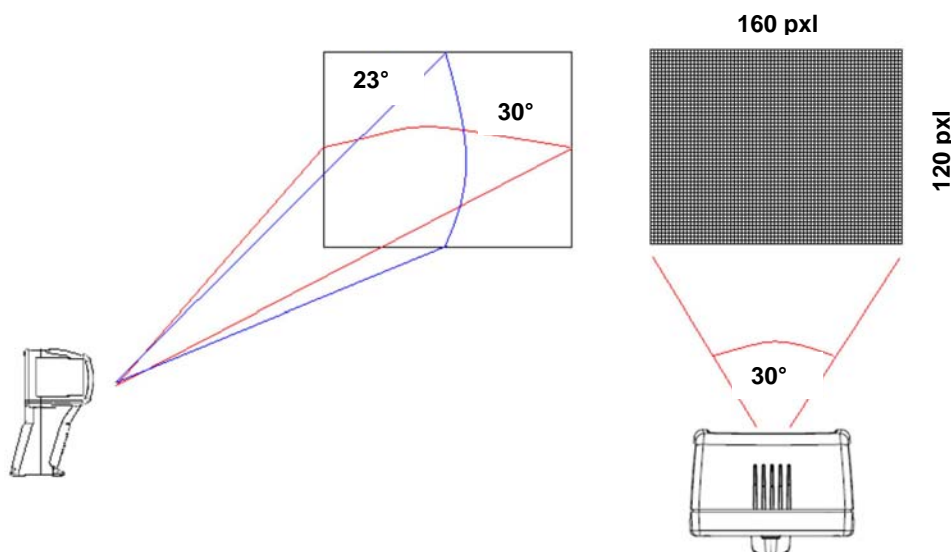

Abb. 71: Darstellung des Sichtfeldes (FOV) des Geräts
4. Für genaue Temperaturmessungen, stellen Sie sicher, dass die Oberfläche des gemessenen Gegenstands immer größer ist, als die messbare Oberfläche, die durch das Sichtfeld (FOV) des Geräts gegeben ist. Das Gerät hat ein Sichtfeld von $30^\circ \times 23^\circ$ und eine Auflösung von 160x120 (19200) pxl (siehe Abb. 71).